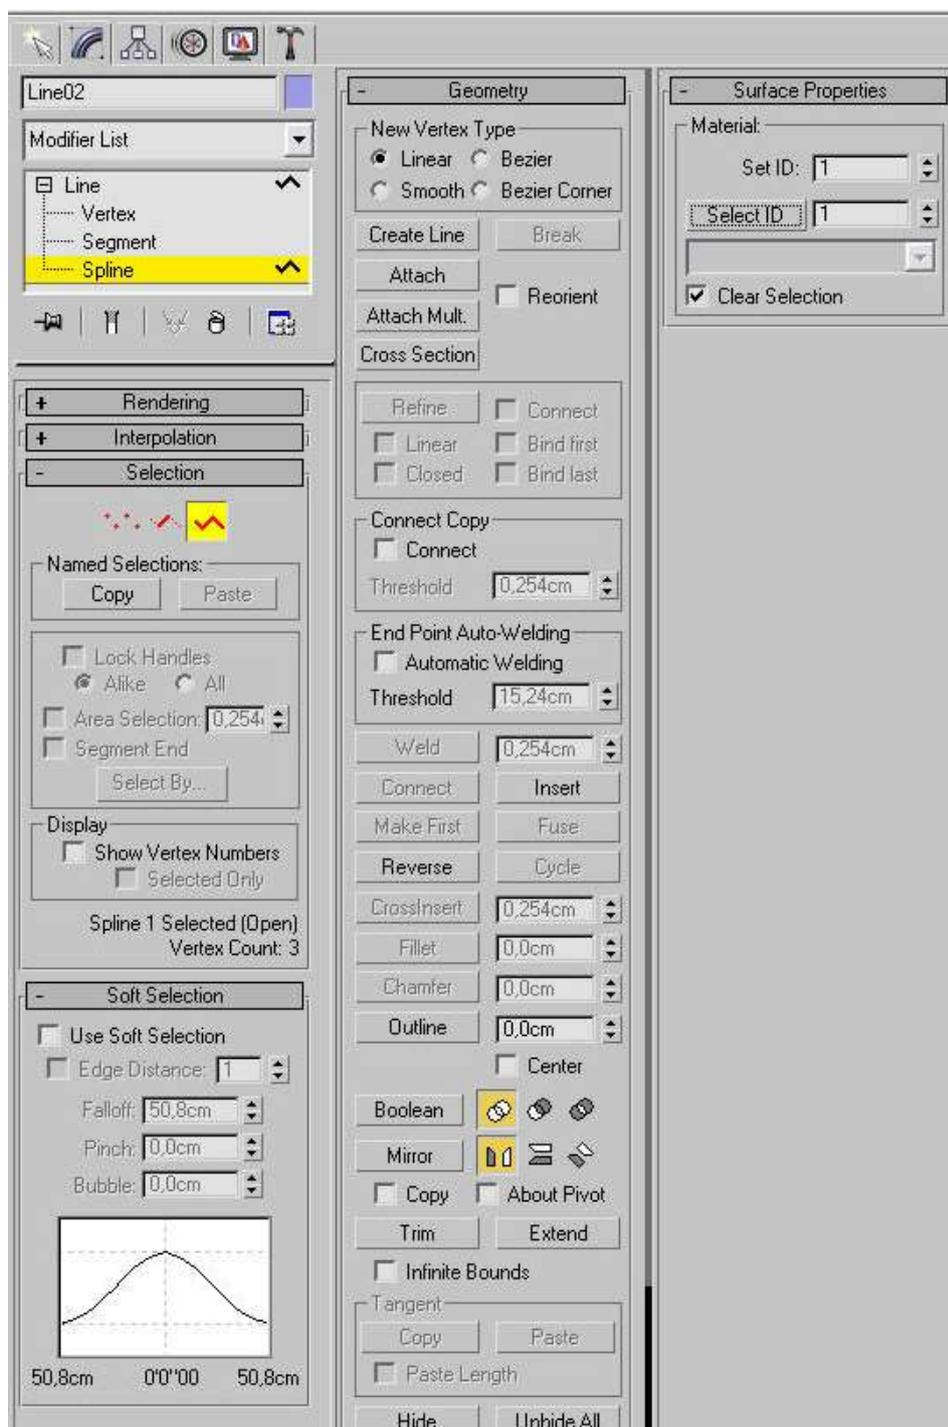

Рис. 14 – Режим редактирования **Spline** (Сплайн) объекта **Line** (Линия)
3. Теперь необходимо создать зеркальную копию созданного сплайна и совместить трехмерную кривую с ее копией. Для этого перейдите на вкладку **Modify (Изменение)** командной панели. Раскройте строку **Line (Линия)** в стеке модификаторов, щелкнув на значке плюса. Переключитесь в режим редактирования **Spline (Сплайн)** (рис. 14).